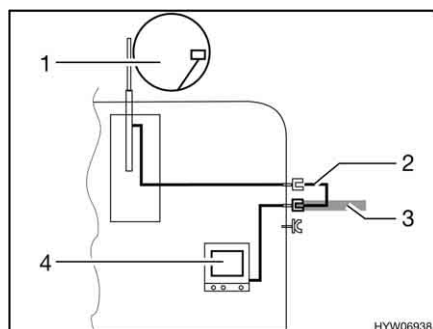

Fig. 58 TV nel veicolo
- TV nel veicolo (Fig. 58,4): Collegamento all'antenna del tetto (Fig. 58,1) con cavo di collegamento (Fig. 58,2)
- TV nel veicolo (Fig. 58,4): Collegamento a antenna esterna (Fig. 58,3)